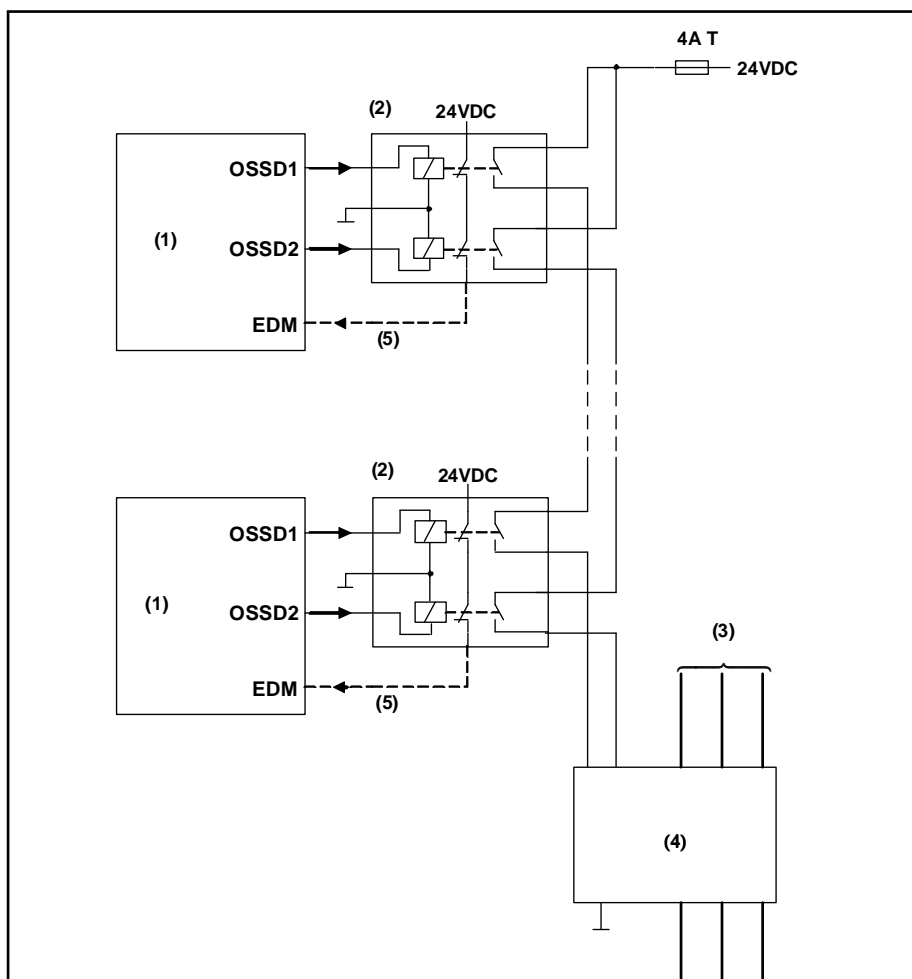
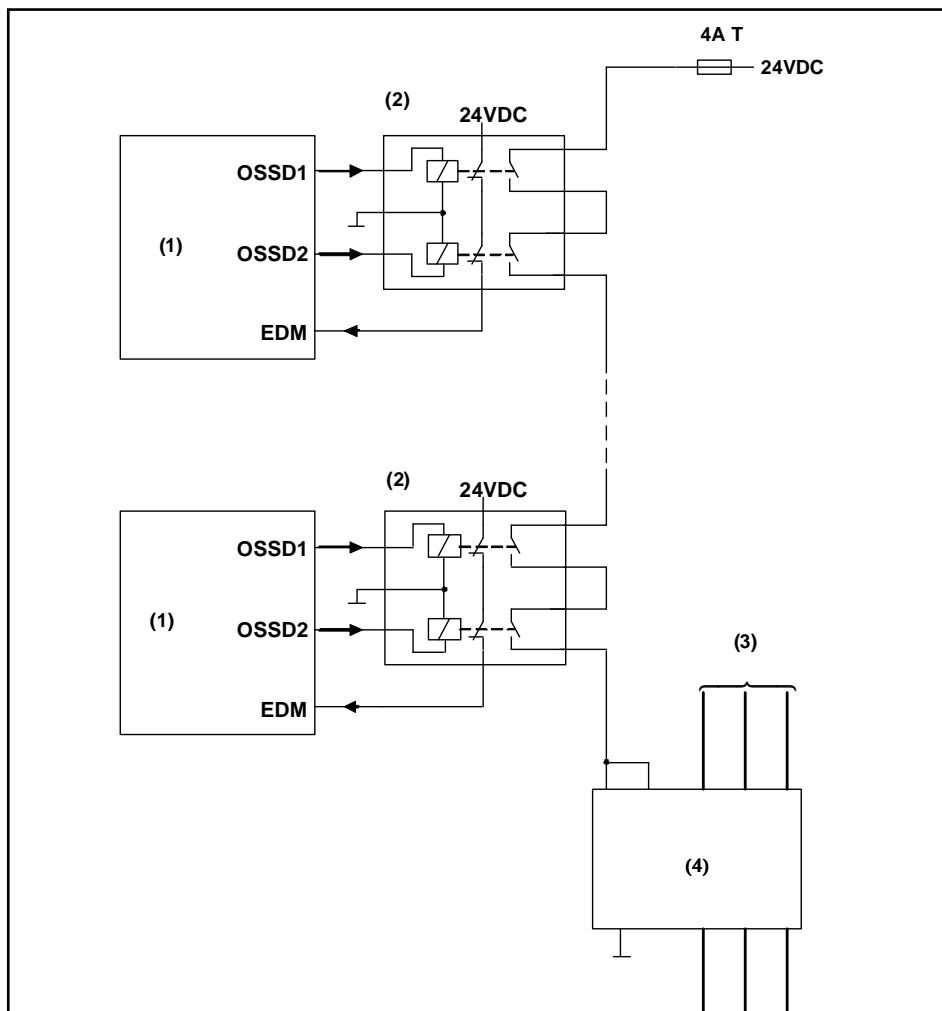
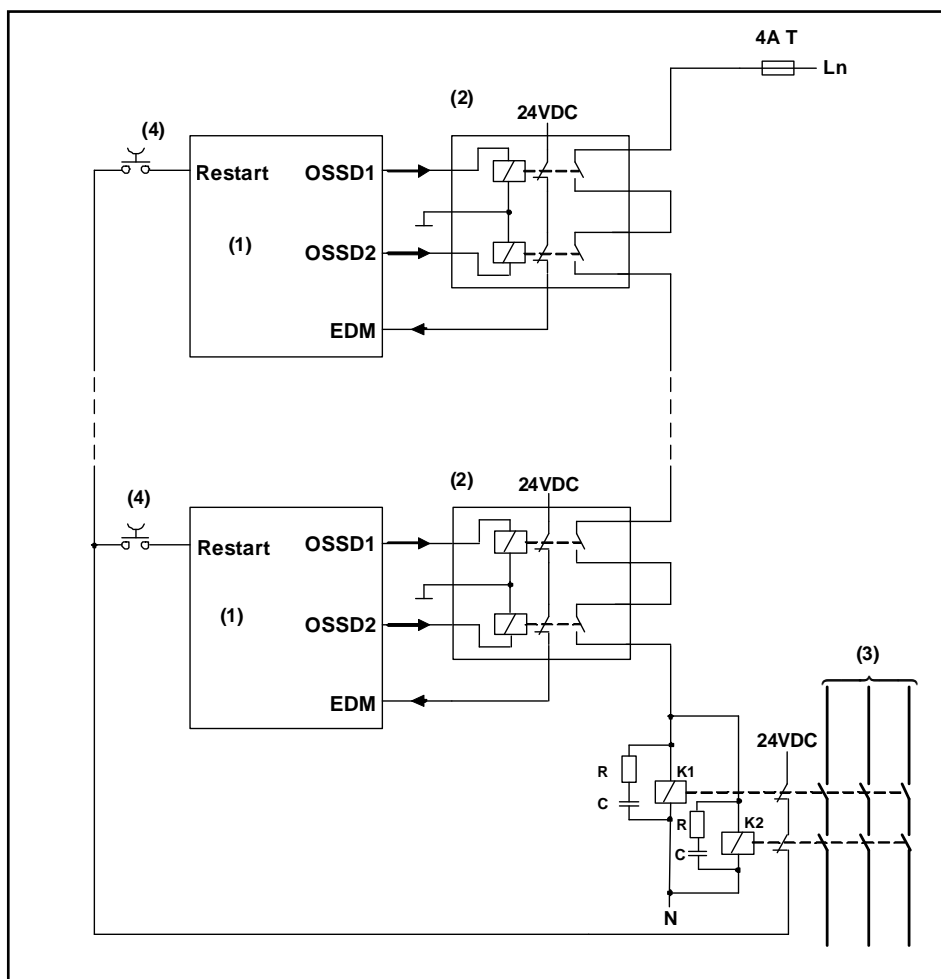

Fig. 5: Moduli a relè connessi in serie attraverso un canale doppio
Fig. 6: Moduli a relè connessi in serie attraverso un canale singolo
Fig. 7: Moduli a relè connessi in serie a un contattore di potenza attraverso un canale singolo
- 7 Come mostrato negli esempi di *Fig. 5* e *Fig. 6* per realizzare un impianto sicuro è indispensabile l'utilizzo di un modulo arresto di emergenza che operi un controllo sui propri contatti. Per questo motivo non è corretto utilizzare dei contattori al posto del modulo di emergenza, a meno che non vengano adottati particolari accorgimenti come quello di *Fig. 7*. In questo caso ogni unità di controllo deve essere configurata in modalità Blocco al Riavvio. I pulsanti di Avvio/Riavvio sono abilitati solo se i contatti NC dei due contattori sono correttamente chiusi. Se si verifica un guasto singolo a uno dei due contatti NC, al successivo riavvio non sarà possibile rimuovere il blocco del sistema.